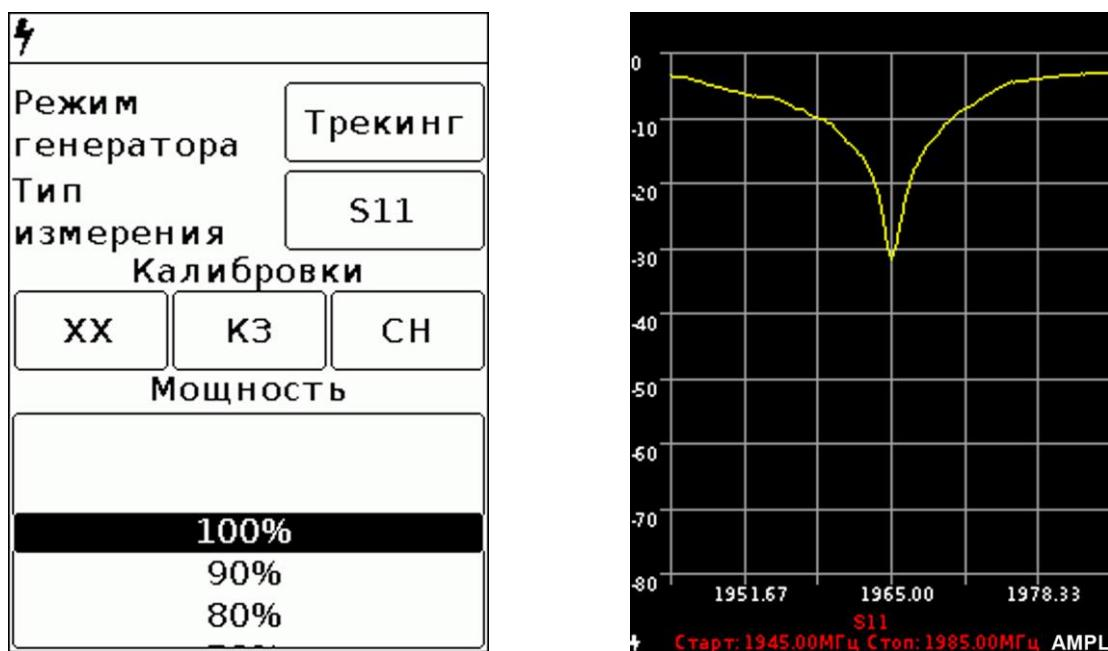

Рисунок 8.4.4 – Измерение коэффициента отражения
8.4.3.1. Для измерения коэффициента отражения выберите режим работы генератора «Трекинг» и тип измерения **S11** (Рисунок 8.4.4). Коэффициент отражения отображается графиком в логарифмической сетке с вертикальной осью в дБ. На горизонтальной оси отображается заданный диапазон частот.